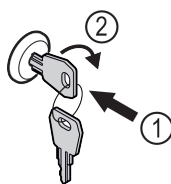

Fig. 170 Ilustratīvs attēlojums
- ▶ Iespiediet atslēgu Fig. 170 (1).
- ▶ Grieziet atslēgu par 90° pulksteņrādītāja virzienā *Fig. 170 (2)*.